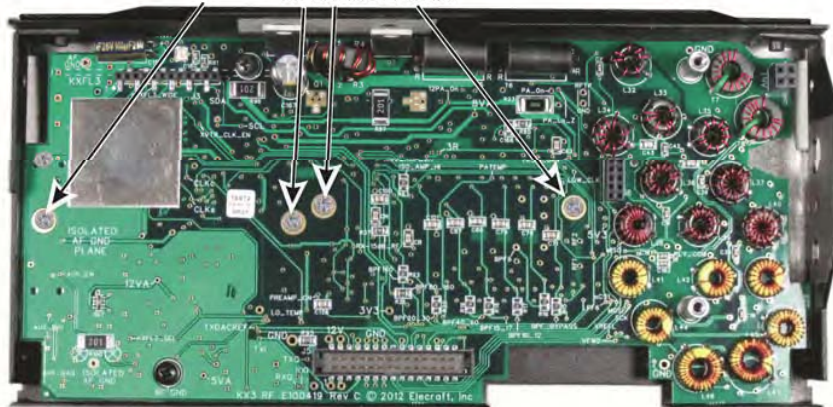

Figure 40. Checking the Alignment of the Battery Holder Standoffs.
□ 図40に示されるようなRFボードの4つの残りの穴へ2-56本のねじに糸を通して、ちょうどあなたが前のステップで適合したように、それらが適合するのに必要なときに調節を行って、次に、それらを削除してください。これらのねじはバッテリー・ホルダーを安全にするために後で交換されるでしょう。